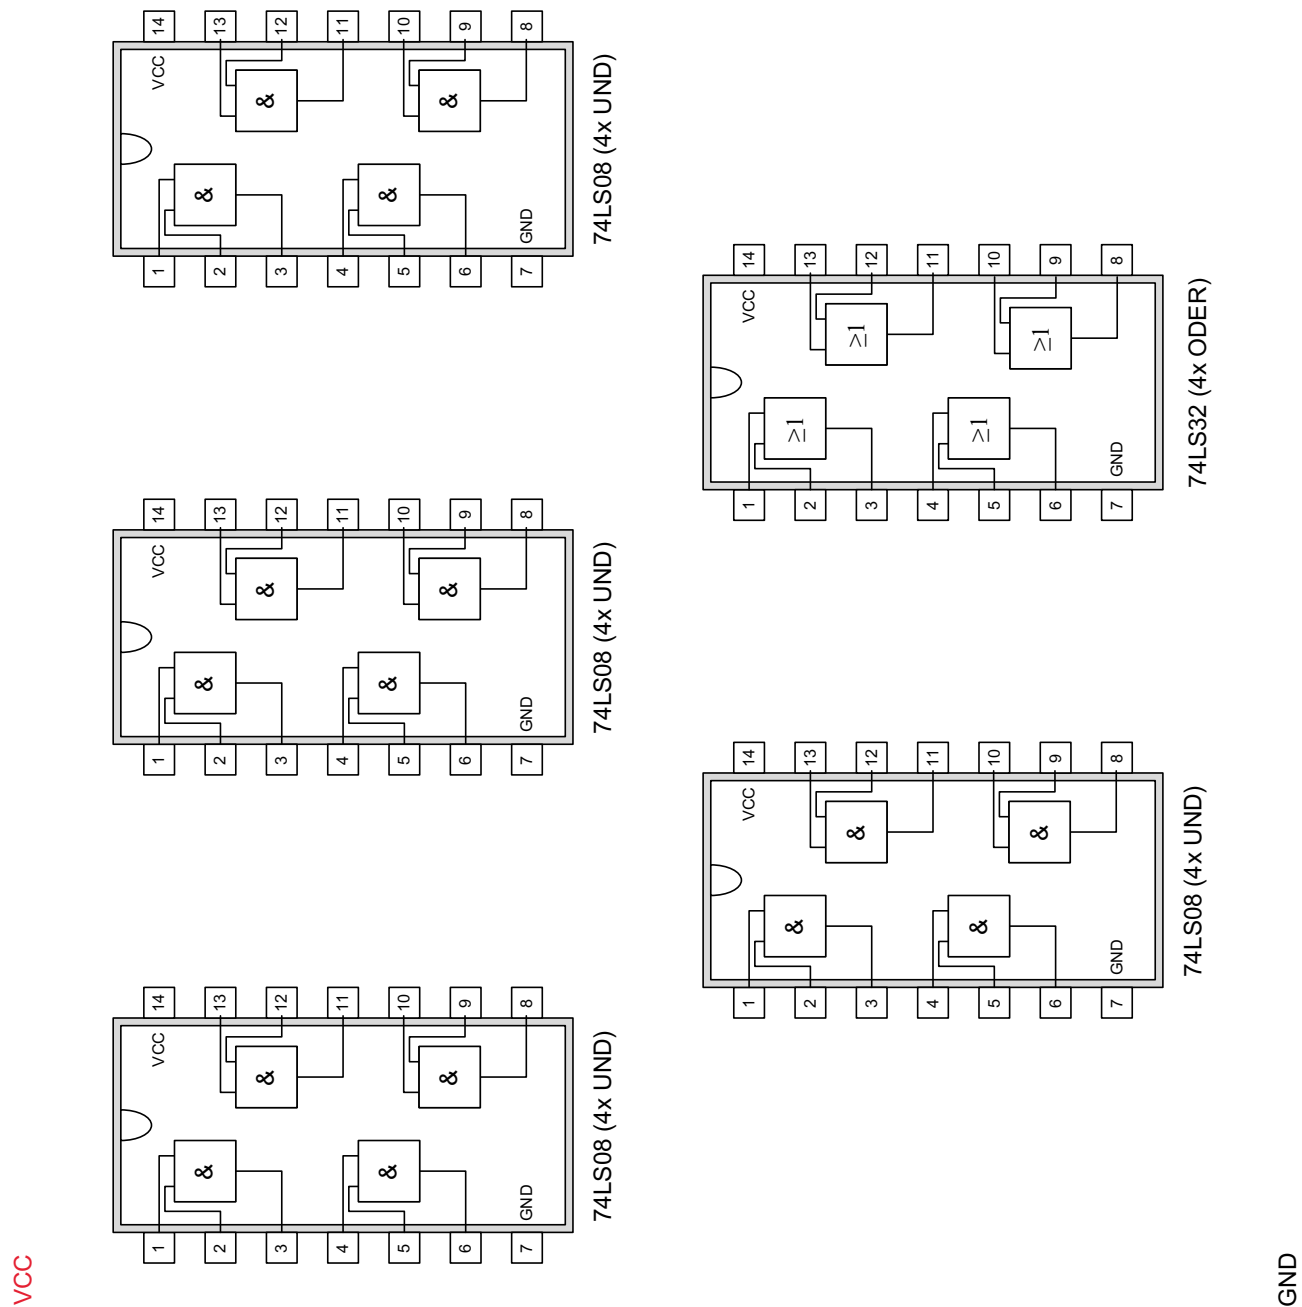

Abbildung 4: Verdrahtungsplan für das Schaltnetz
- Entwerfen Sie einen Verdrahtungsplan für das Schaltnetz, indem Sie Abbildung 4 entsprechend ergänzen. Gehen Sie davon aus, dass Ihnen die Eingänge auch invertiert zur Verfügung stehen.